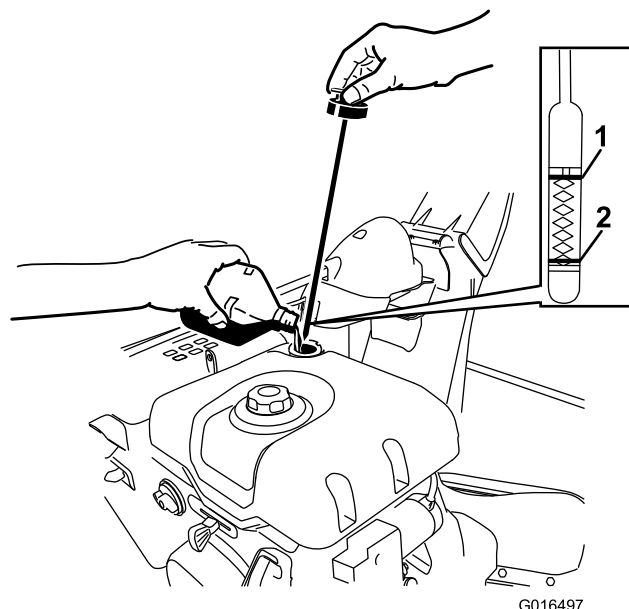

Figure 44
2. Sortez de nouveau la jauge et contrôlez le niveau d'huile (Figure 44). Faites l'appoint si le niveau est en dessous du repère "Add" sur la jauge. Voir Plein d'huile du carter moteur.